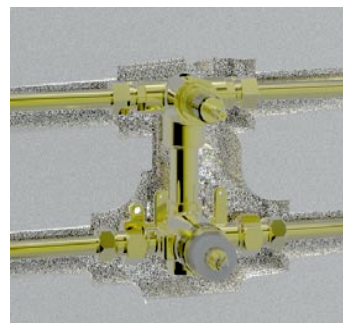

Fig 1
1. Voorzie de muur met de ruimte welke benodigd is voor de inbouw van deze mengkraan. (zie fig.1 & 2)
- a. Verwijder de hendel (3) met de hand, verwijder het afdekkapje met een scherp voorwerp (mes) zonder de knop te beschadigen.